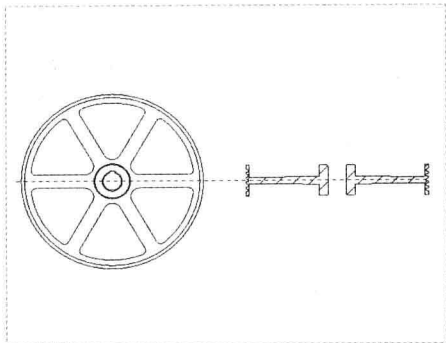

图 12-43 创建旋转视图
Step 06 在“绘图视图”对话框中单击“确定”按钮，在绘图区空白位置单击鼠标左键，即可创建旋转视图，如图 12-43 所示。